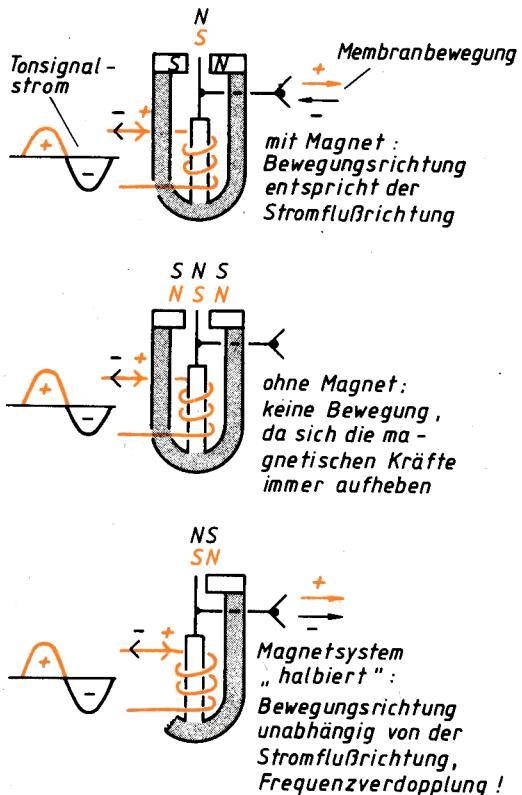

Bild 16.5 Nur das obere Prinzip funktioniert, die beiden anderen führen auf Irrwege!
**16.8.** Würde man den Hufeisenmagnet durch ein Weicheisenteil ersetzen, dann könnte sich die Schwungzunge zum Membranantrieb nicht bewegen. Rechts und links oben stünden ihr ein Pol gleicher magnetischer Stärke gegenüber, weil sich der von der Spule erzeugte magnetische Fluss zu gleichen Teilen in den rechten und linken Schenkel aufteilen würde (Bild 16.5). Ein findiger Kopf könnte nun auf den Gedanken kommen, einfach eine Seite des ganzen symmetrischen Gebildes fortzulassen, sagen wir die linke. Dann müßte sich doch wieder die Zunge im Takt des Tonsignals bewegen, das die Spule durchfließt, ja? Es stünden sich doch bei Stromfluß immer ein Nord- und ein Südpol gegenüber und könnten sich anziehen. Aha! Was aber, wenn die andere Halbwelle des Signals die Spule durchfließt, bei der schließlich die Membran auch in entgegengesetzter Richtung aus-